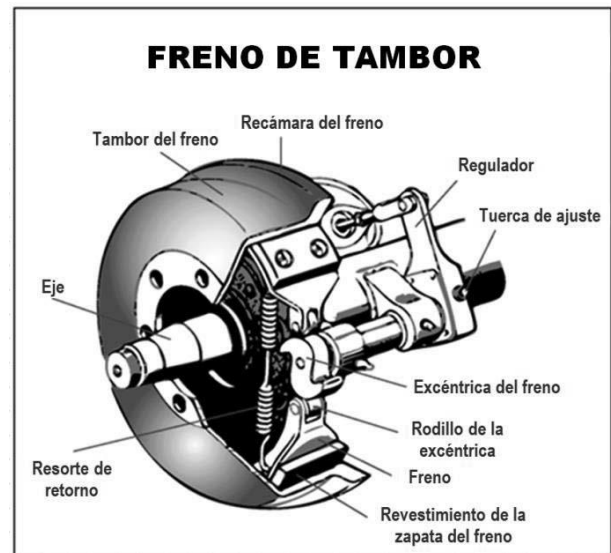

Figura 5.2
**Frenos de excéntrica en 'S'.** Cuando usted presiona el pedal de freno, ingresa aire a cada recámara del freno. La presión del aire empuja la varilla hacia fuera, que hace mover el regulador, con lo cual el eje de la excéntrica del freno gira. Esta acción hace girar la excéntrica en 'S' (llamada así por su forma de letra 'S'). Esta separa las zapatas una de la otra y las presiona contra la cara interior del tambor de freno. Cuando usted suelta el pedal de freno, la excéntrica en 'S' vuelve a su lugar y un resorte aleja las zapatas del freno lejos del tambor, lo cual permite que las ruedas vuelvan a girar libremente. Ver la figura 5.2.